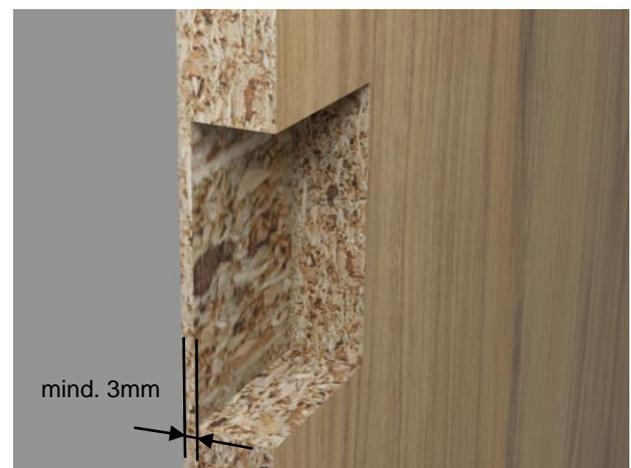

Abbildung 21
- Bei Sacklöchern in der Platte (Abbildung 21) ist darauf zu achten, dass eine Restdicke von 3mm eingehalten werden muss